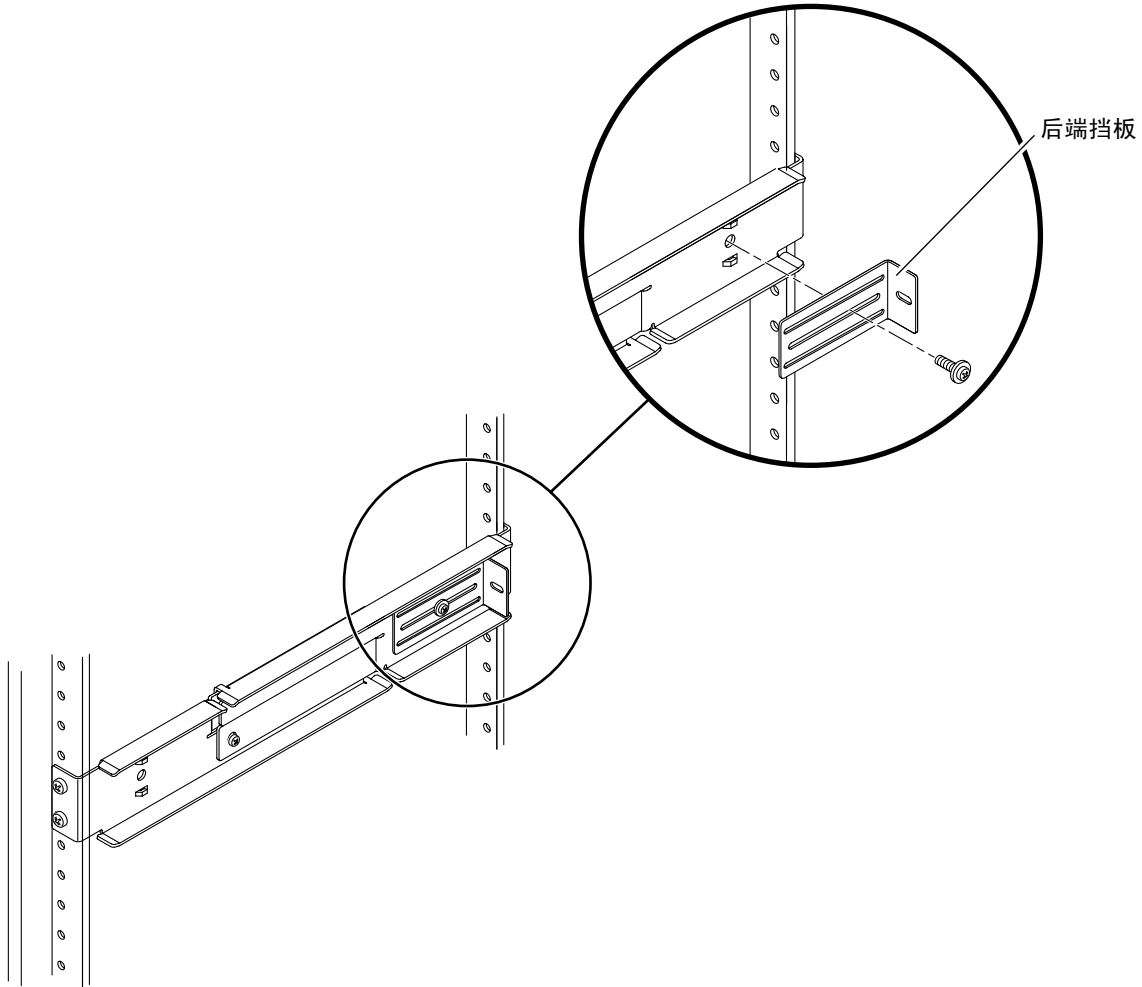

图 3-18 将后端挡板安装到可调导轨上
8. 每个后端挡板用一颗 M5 × 10 SEM 螺钉，将后端挡板分别安装到两根可调导轨的后端，注意不要拧紧螺钉（图 3-18）。
12. 在机架中将服务器推到所需的深度，然后绕到机架后方。向前推后端挡板，使它紧靠系统的背面（图 3-18）。
14. 将后端挡板固定在机架中所需的深度，拧紧每个后端挡板上的 M5 × 10 SEM 螺钉，使挡板完全固定到可调导轨上（图 3-18）。